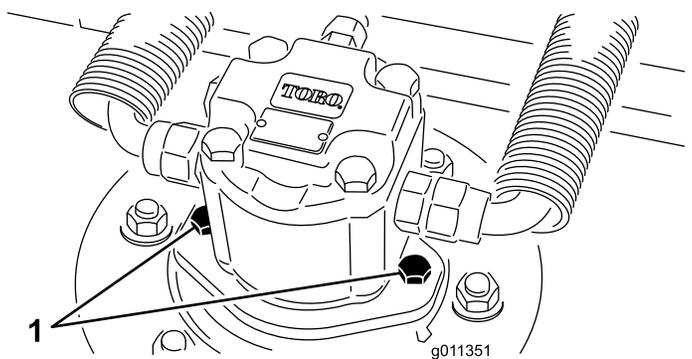

Рисунок 78
2. Отсоедините и снимите гидромотор с режущего блока (Рисунок 78). Накройте верхнюю часть шпинделя для предотвращения загрязнения.
3. Установите гидромотор на режущий блок (Рисунок 78). Убедитесь, что уплотнительное кольцо находится в штатном положении и не повреждено.